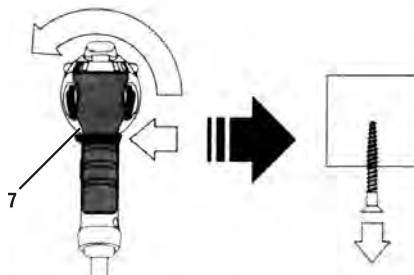

fig. 5 - sentido de rotação para a esquerda
Para colocar a rotação no sentido anti-horário (retirar o parafuso da peça) mova o botão sentido de rotação (7) para a esquerda, conforme mostra a fig. 5.